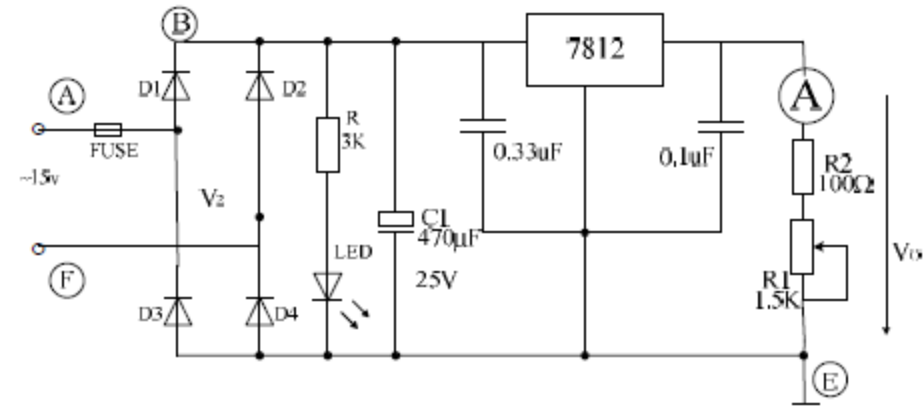

图 13-3 集成稳压电路
1) 按图13-3 连接电路，注意必须断开实验模块的D点和安培表的连接，由7812的输出直接接到安培表。用示波器观察7812 输入端和输出端UO的波形。